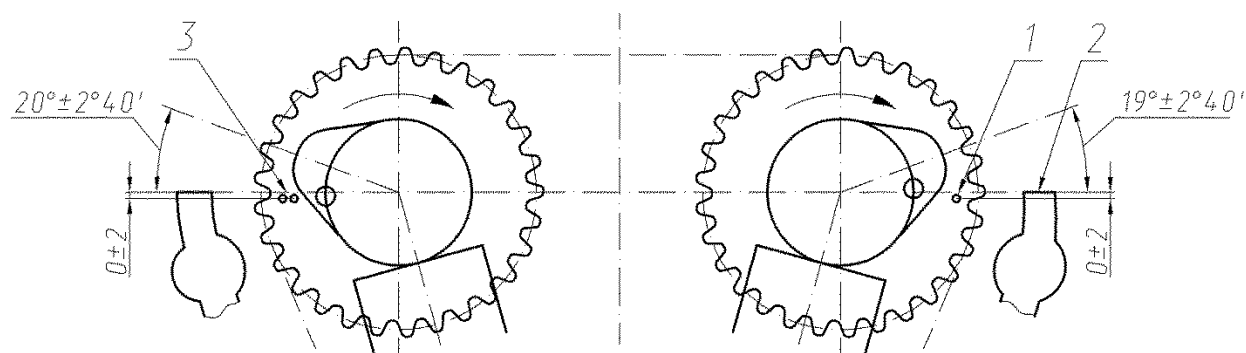

Рис.74. Схема положения распределительных валов при положении поршня первого цилиндра в ВМТ такта сжатия:
При этом кулачки распределительных валов 1-го цилиндра и метки на звездочках распределительных валов должны располагаться согласно рис.74.
2. Установить сектор 3 (рис.75) за первым кулачком распределительного вала впускных клапанов - вид «А». Прижимая сектор 3 к верхней плоскости головки цилиндров 5, приложить и плотно прижать шаблон 2 к поверхности первого кулачка. При этом стрелка шаблона должна показать на секторе угол в соответствии с рис.74.
В случае нахождения значения замеренного угла не в допуске (рис.74) повторить действия, начиная с п.1, с использованием другого дополнительного установочного отверстия.
В случае нахождения значения замеренного угла не в допуске (рис.74) повторить действия, начиная с п.3, с использованием другого дополнительного установочного отверстия.
9. Проверить установку фаз газораспределения с помощью сектора и шаблона кулачка со стрелкой, как описано выше. В случае нахождения значения замеренного угла не в допуске (рис.74), необходимо повторить корректировку фаз газораспределения, используя другие установочные отверстия.